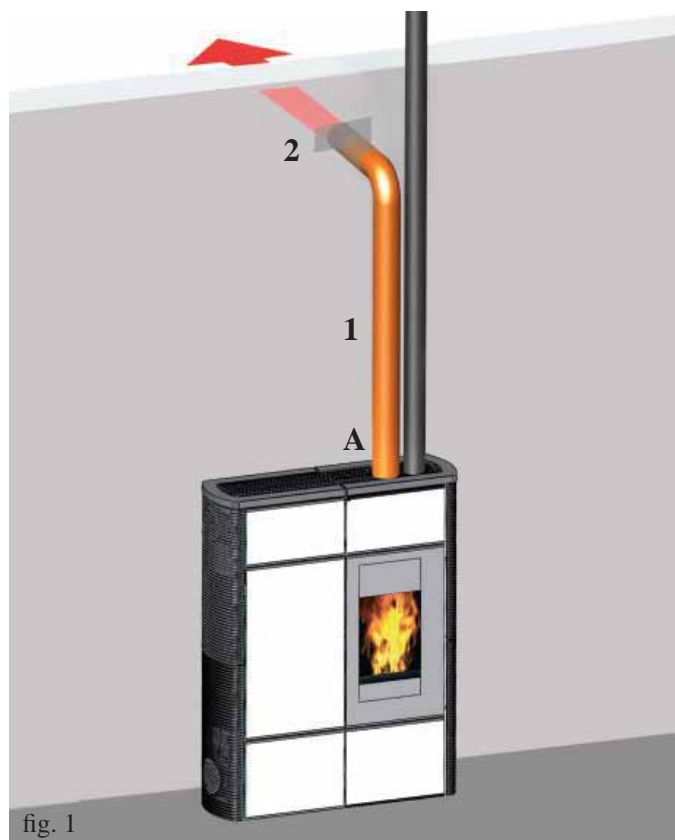

fig. 1
- Étendre le tuyau en aluminium (2 -fig.1) pour la canalisation de l'air chaud, sans le brancher au raccord du poêle.
- Mettre le conduit en aluminium sur le raccord de sortie d'air chaud (A).
- Installer la goulotte terminale (3) et le tuyau en aluminium correspondant (2).